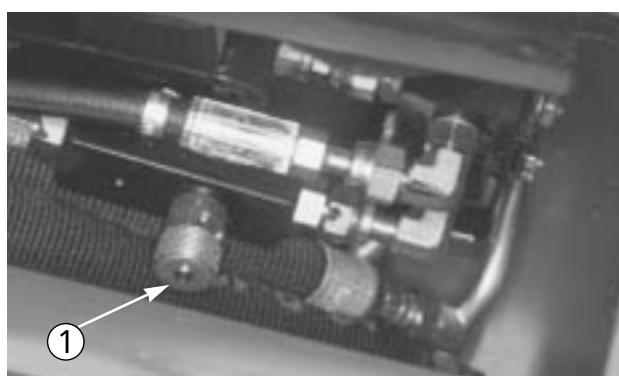

図64
1. 調整バルブ（図64）はフードを開けて機体の左後ろ側面にある。